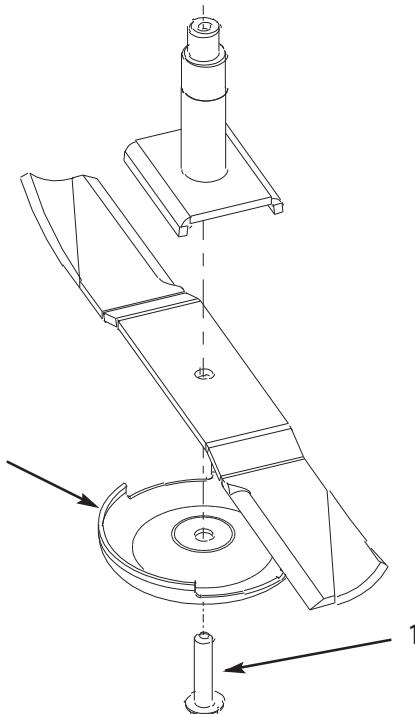

図 33
2. ぼろきれや厚いパッドの入った手袋を使ってブレードの端部をしっかりと握る。スピンドルのシャフトからブレード・ボルト、芝削り防止カップ、ブレードを取り外す(図33)。